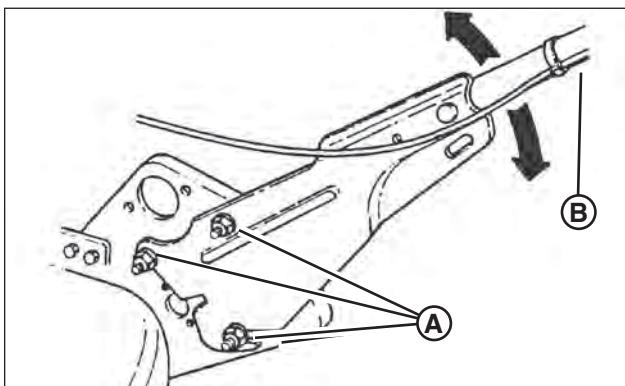

Figure 5 : Réglage de la hauteur du guidon
- Desserrer les écrous du bas (**A**, Figure 5) sur chaque guidon.